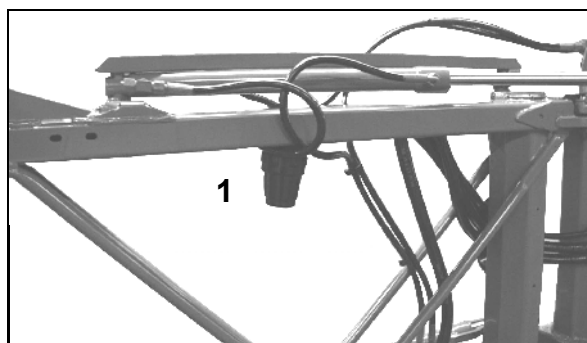

Fig. 198
- Rengör ledningsfiltret (Fig. 198/1) beroende på användningsförhållande var 3 – 4 månad.